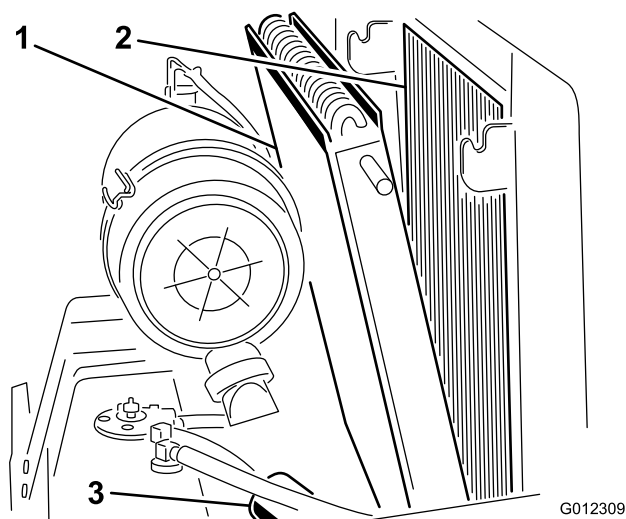

Figura 39
5. Tirate verso l'alto le maniglie del refrigeratore dell'olio e inclinate indietro il refrigeratore fino a inserirne le maniglie nelle tacche di sostegno. Pulite accuratamente entrambi i lati del refrigeratore dell'olio, il radiatore e l'area posteriore del motore con aria compressa (Figura 39).